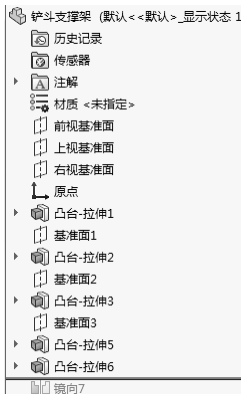
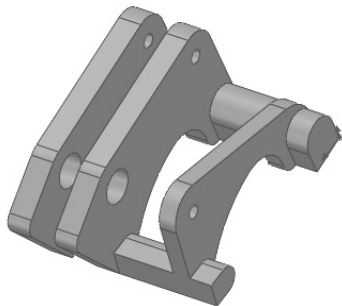

图 8-26 操作后的 FeatureManager 设计树
图 8-27 退回的零件模型
2) 将光标放置在退回控制棒上时，光标变为  形状。单击，此时退回控制棒以蓝色显示，然后按住鼠标左键，拖动光标到欲查看的特征上，并释放鼠标。操作后的 FeatureManager 设计树如图 8-26 所示，退回的零件模型如图 8-27 所示。
从图 8-27 所示可以看出, 查看特征后的特征在零件模型上没有显示, 表明该零件模型退回到该特征以前的状态。
退回特征也可以使用快捷菜单进行操作。右击 FeatureManager 设计树中的“镜像 7”特征, 系统弹出的快捷菜单如图 8-28 所示, 单击  (退回) 按钮, 此时该零件模型退回到该特征以前的状态, 如图 8-27 所示。也可以在退回状态下, 使用图 8-29 所示的退回快捷菜单, 根据需要选择需要的退回操作。